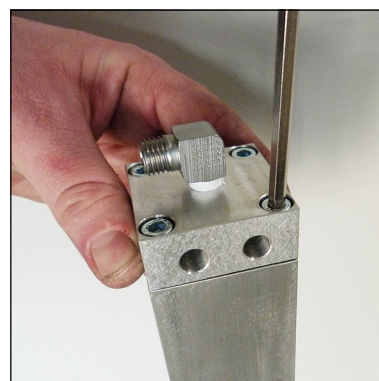

Abb. 2 - Befestigungsschrauben des Filterdeckels lösen
- Filterdeckel aufsetzen, Befestigungsschrauben des Filterdeckels eindrehen und anziehen (Abb. 2).